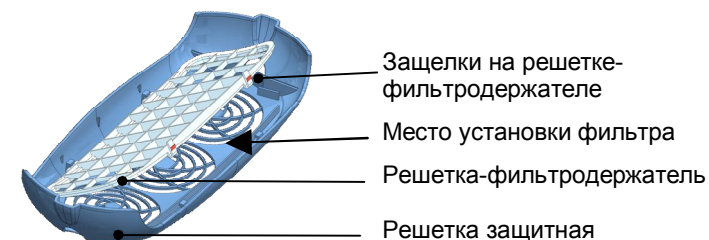

Рис.11
- Снять **решетку – фильтродержатель**, нажав одновременно на защелки (рис.11), и извлечь использованный фильтр, соблюдая правила обращения с инфицированными материалами.
- Установить новый фильтр, закрепив его решеткой-фильтродержателем на защитной решетке рециркулятора (рис.11).